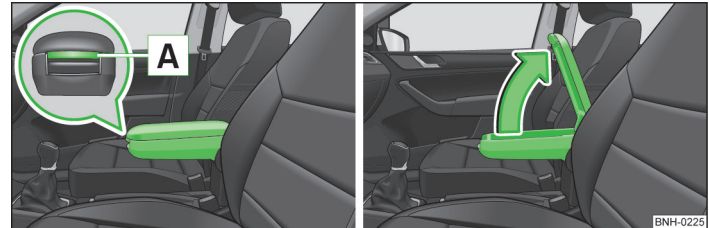

Abb. 53 Ablagefach öffnen
- Die Taste **A** im vorderen Bereich der Armlehne drücken » Abb. 53.
- Den Deckel des Ablagefachs entgegen der Pfeilrichtung zurückklappen » Abb. 53, bis er hörbar einrastet.